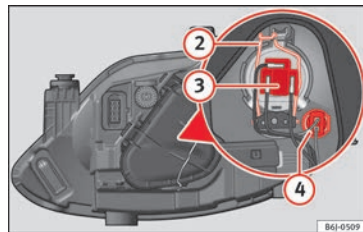

Fig. 92 Luz de cruce/carretera y luz de posición del faro simple.
- Extraiga el conector » fig. 92 ③ de la lámpara.
- Desenganche el resorte retentor » fig. 92 ② presionándolo hacia dentro y a la derecha.
- Extraiga el portalámparas » fig. 92 ④ hacia fuera.